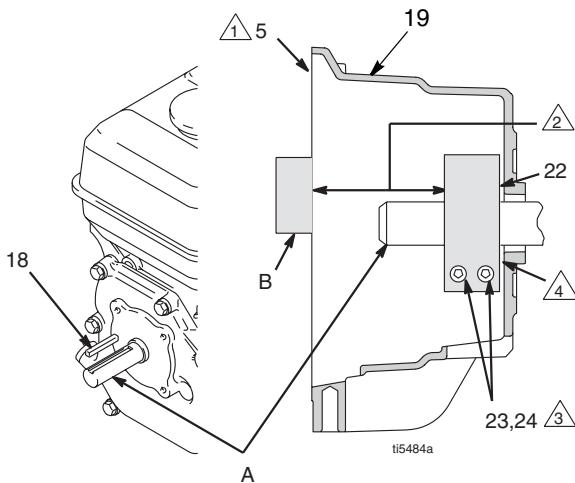

Рис. 10
- Рис. 10. Ослабьте два болта (24) на зажиме (22),
- Вставьте отвертку в паз зажима (22) и снимите зажим.
- Рис. 10. Установите шпонку вала мотора (18)
- Легонько постукивая, вгоните зажим (22) в шпонку вала мотора (A). Придерживайтесь размеров, показанных в примечании 2. Фаска должна быть обращена к мотору.